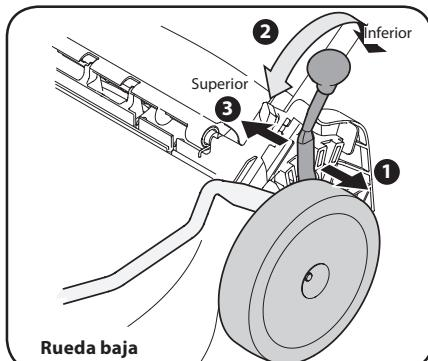
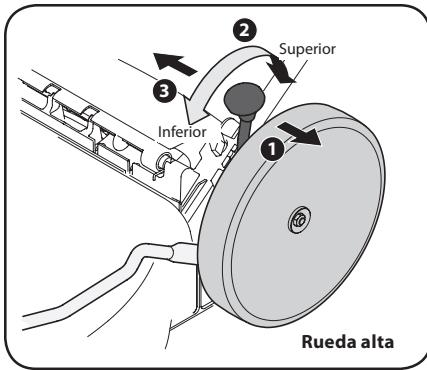

Figura 2-10
Figura 2-11
- Mueva la palanca a la posición deseada para cambiar la altura de corte. Consulte la Figura 2-10 para la rueda baja y la Figura 2-11 para la rueda alta.